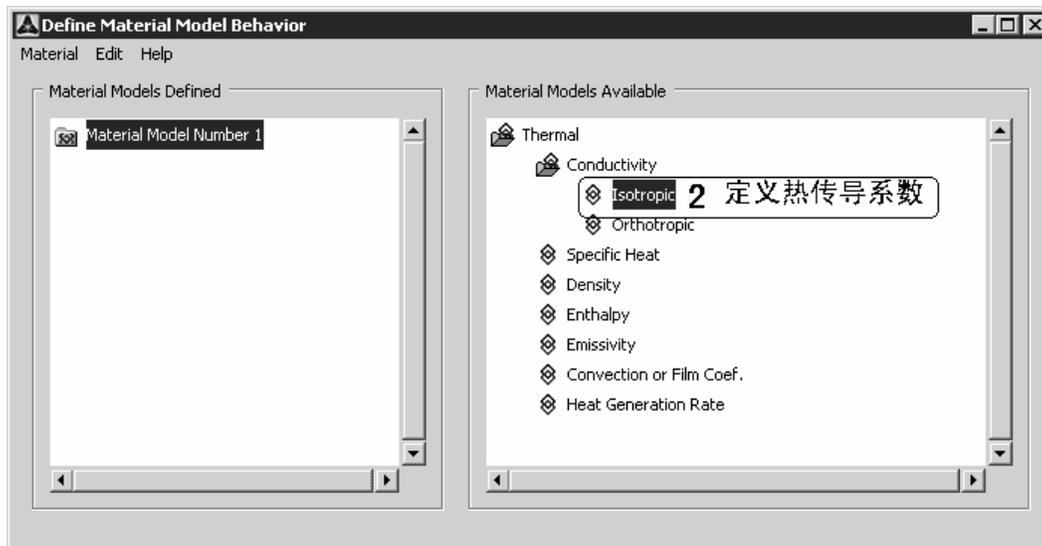

图 12.8 材料模型定义对话框
1. 选取菜单路径 Main Menu | Preprocessor | Material Props | Material Models，将弹出 Define Material Model Behavior (材料模型定义)对话框，如图 12.8 所示。
2. 在图 12.8 所示的对话框右边列表框中, 依次双击 Thermal | Conductivity | Isotropic, 将弹出 1 号材料的热传导率 KXX 的定义对话框, 如图 12.9 所示。